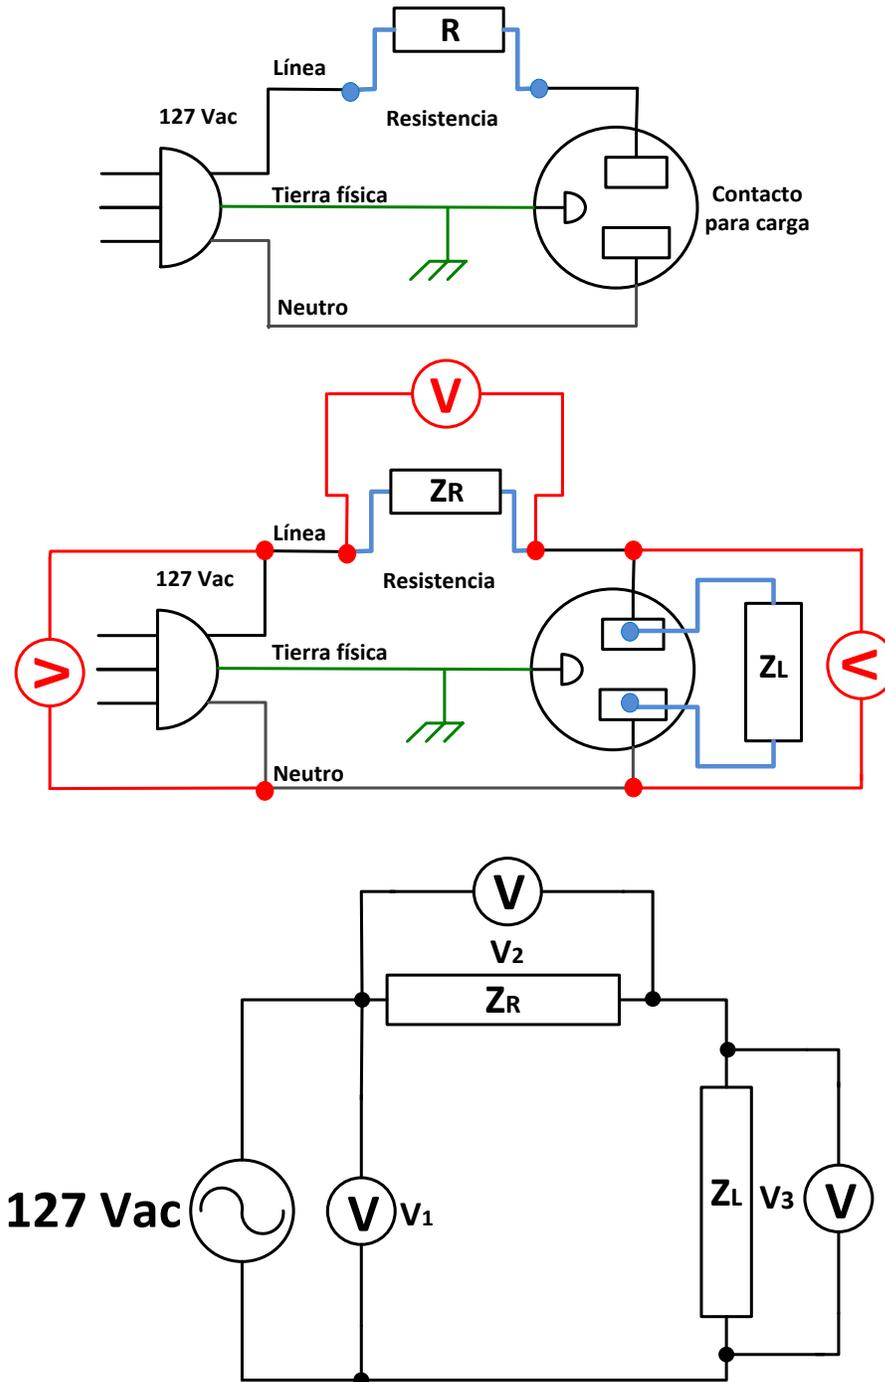

Figura 1. Circuito, puntos de medición y esquema para el método de los 2 Voltímetros.
En esta actividad, se obtendrá el factor de potencia para cargas lineales (resistivas, inductivas o capacitivas) por el método de los 3 voltímetros. Para ello diríjase a su aula virtual, y según las indicaciones de su profesor, vea el experimento dónde se muestra el método. El circuito que se empleará, así como los puntos de medición y su respectivo diagrama esquemático, se muestran en la figura 1. Una vez visto el experimento, anote los resultados del mismo en la tabla 1.
- a) Una vez obtenidas las mediciones de voltaje, calcule el factor de potencia del circuito de la figura 1.